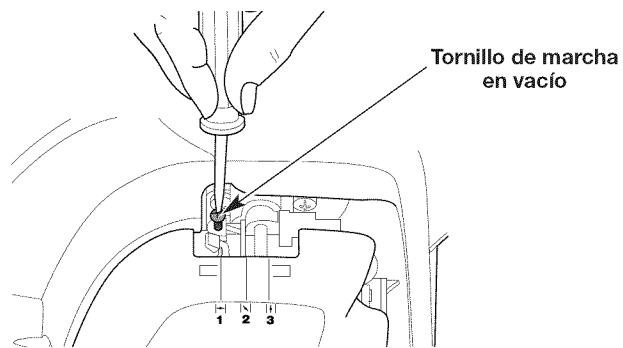

Fig. 22
2. Suelte el control del regulador y deje que el motor trabaje en vacío. Si el motor se apaga, use un destornillador pequeño Phillips para girar el tornillo de marcha en vacío en el sentido de las agujas del reloj, dándole 1/8 de vuelta cada vez (según sea necesario), hasta que el motor funcione en marcha en vacío sin inconvenientes (Fig. 22).
3. Si el motor entra en marcha en vacío muy rápidamente, gire el tornillo de marcha en vacío en sentido contrario a las agujas del reloj 1/8 de vuelta cada vez (según sea necesario) para reducir la marcha en vacío (Fig. 22).